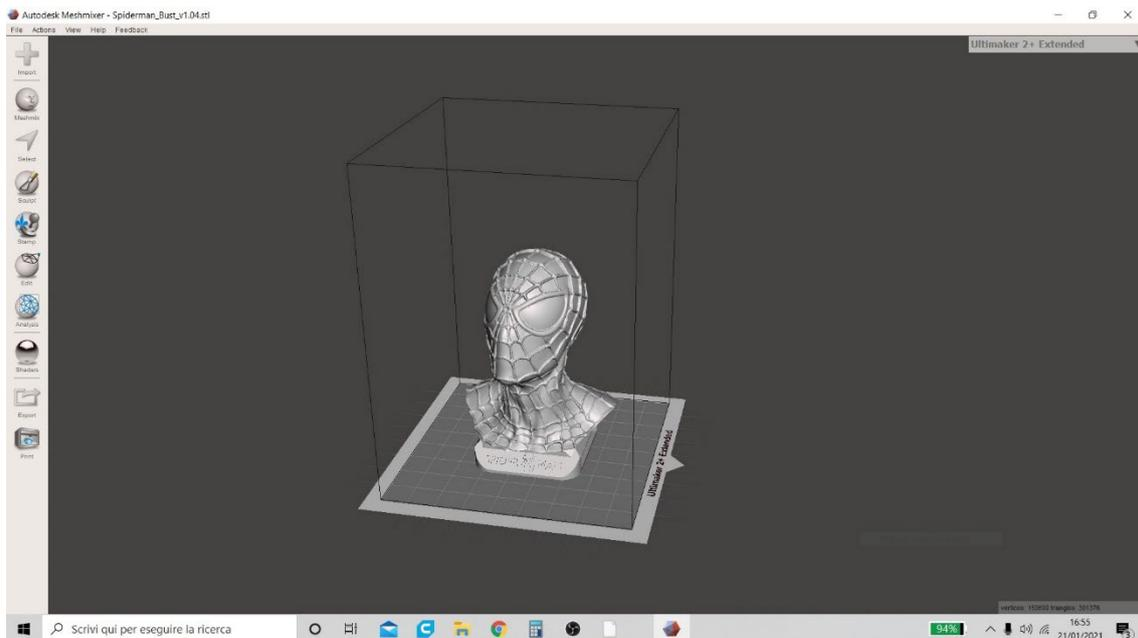

Figura 1 Meshmixer
1. Per dividere un modello 3d in diverse parti ci sono diversi software. Molti di questi potrebbero essere costosi, ma uno dei migliori software disponibili gratuitamente (un open Source) è senza dubbio Meshmixer. La prima cosa da fare per procedere con la divisione in parti del modello è importarlo nel Software. Figura 1 Meshmixer mostra l'aspetto del modello una volta caricato.